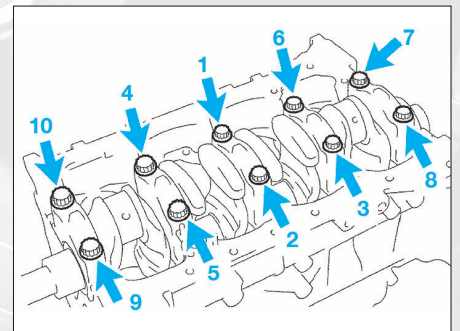

FIG. 79
- reposer et serrer, par passes successives, les chapeaux de paliers de vilebrequin dans l'ordre indiqué (fig. 79).